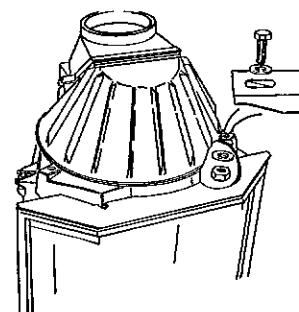

Fig. 4 Låsing av røykklokke
5. Når det er tatt hull i skorsteinen settes røykklokken på plass. Husk ovnskitt. (Se fig. 2). Etter å ha dreid røykklokken i riktig stilling for røykinnføringen, låses den med festebraketene (fig. 4). (2 stk. skruer M6 x 25, 2 stk. skiver MØ 6 x 25, 2 stk. skiver MØ 6 x 12 og 2 stk. muttere M6).